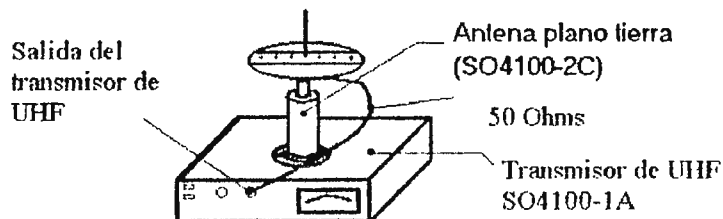

FIGURA 3.
1. Conecte la antena plano tierra (SO4100-2C) al transmisor de UHF (SO4100-1.A) por medio de un conector coaxial de 50Ω, la forma de realizar esta conexión se muestra en la figura 3.